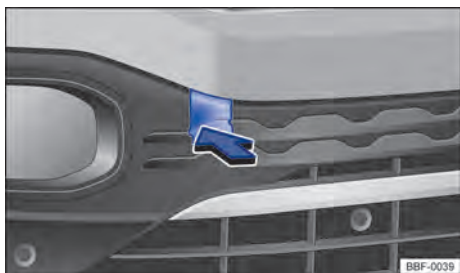

Fig. 143 No para-choque dianteiro à direita: soltar e remover a cobertura.
O alojamento para a argola de reboque rosqueável está localizado à direita do para-choque dianteiro, atrás de uma cobertura → Fig. 143.
- Pressionar na área inferior da cobertura → Fig. 143 ⓘ para soltar o travamento da cobertura.